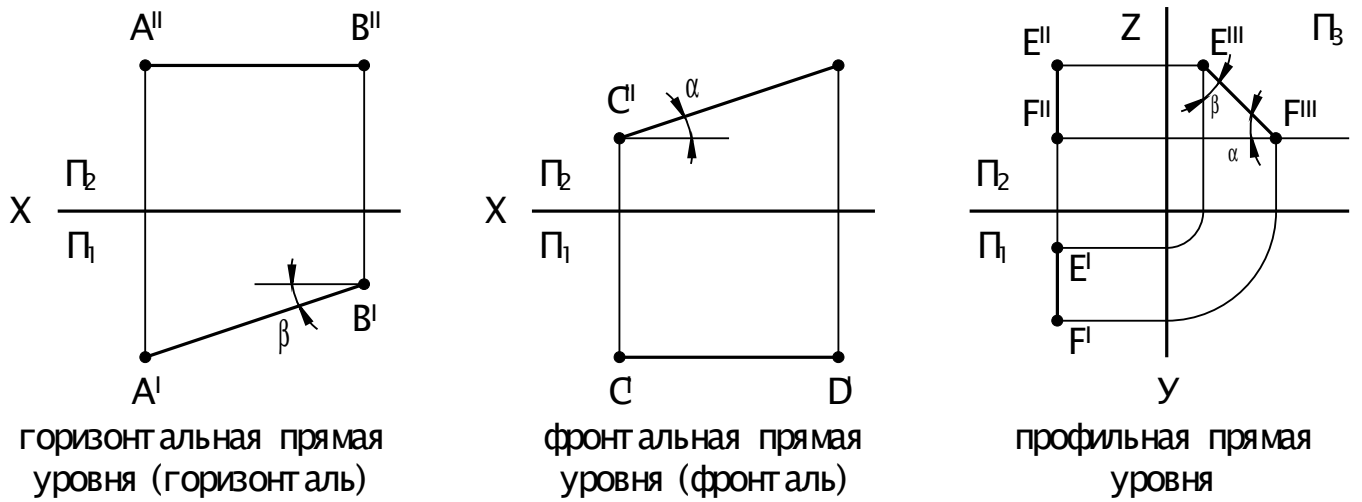

Рис. 7
- параллельны одной из плоскостей проекций – прямые уровня (Рис. 7).